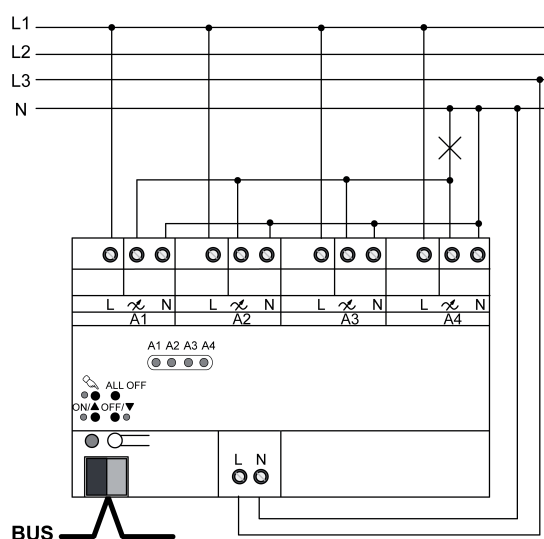

Figure 5: Branchement en parallèle de sorties de variation - Exemple de raccordement
- Raccorder l'appareil selon l'exemple de raccordement (figure 5).